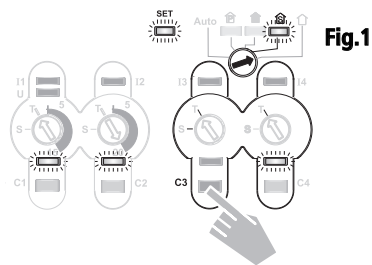

Fig.1
**Eksempel:** Simulering av tilstedeværelse, se fig. 1 nedenfor.
2. Trykk kort på den manuelle knappen for kanalene som skal endres, til kontroll-LED-en slukker (se fig 1 kanal C3).